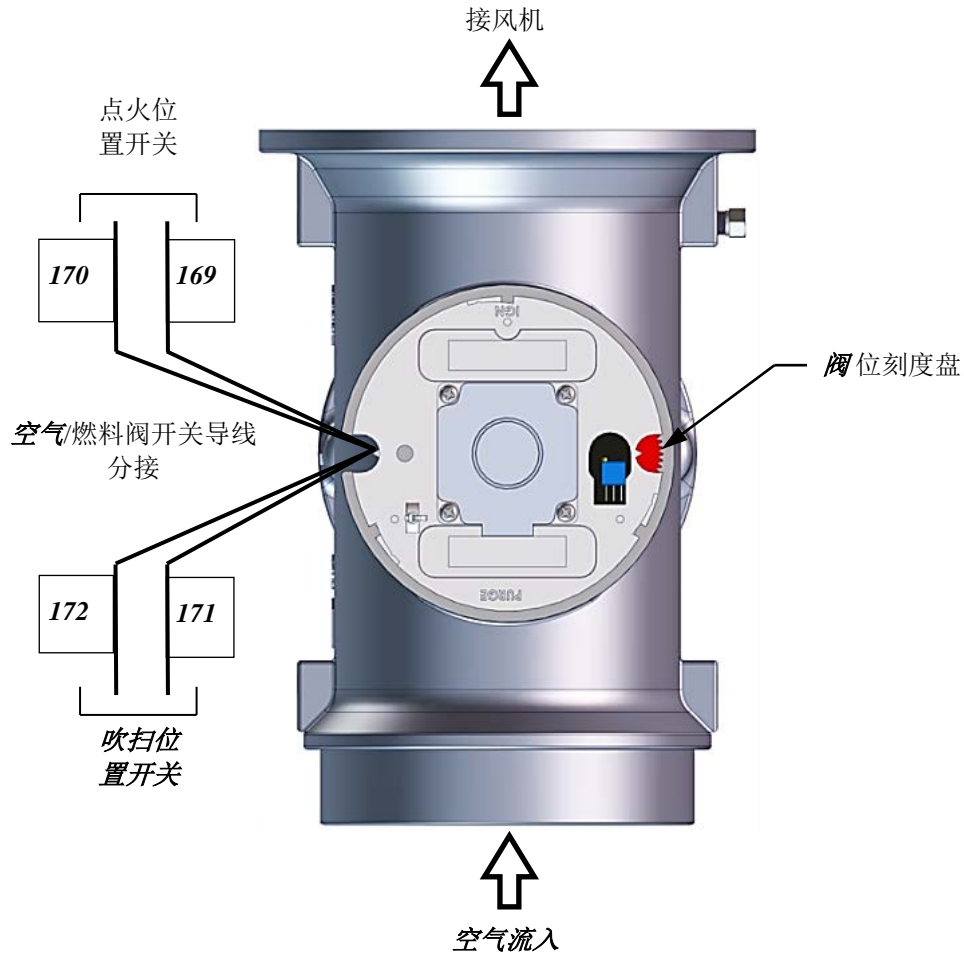

图 6-9: 空气/燃料阀吹扫和点火开关位置
4. 从吹扫开关拆下两根导线中的一根（#171 或 #172）（图 6-9）。
4. 从点火开关拆下二根导线 #169 或 #170（参见图 6-9）中的一根。